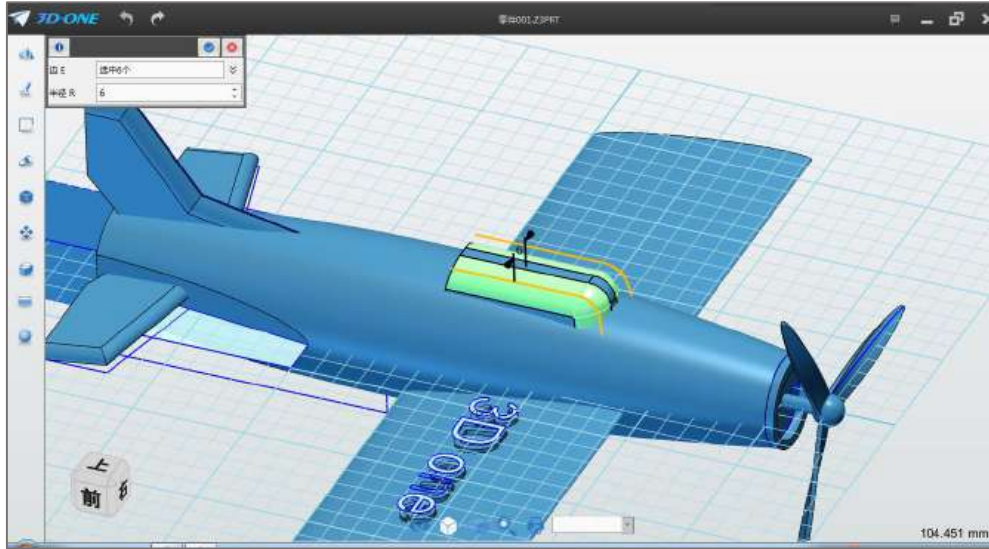

图 5-5
Step 5 点击圆角命令，选择如下图 5-5 所示的边线：